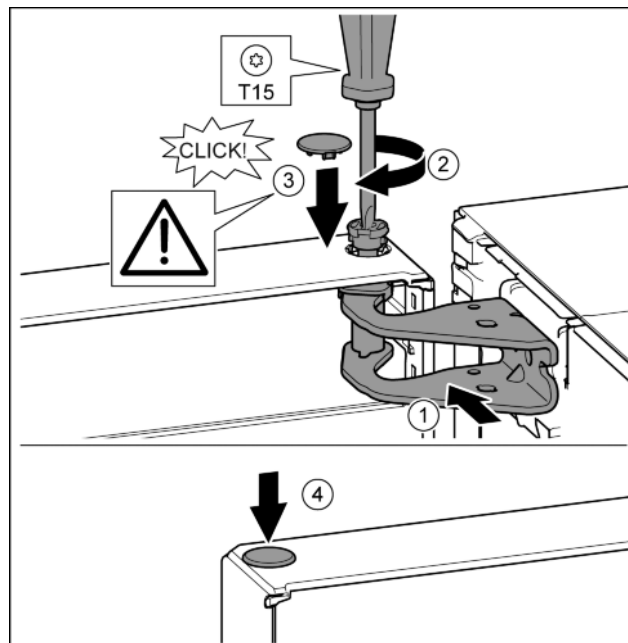

Fig. 23
- ▶ Wyrównać drzwi u góry względem otworu w płytce zawiasu. Fig. 23 (1)
- ▶ Założyć sworzeń i dokręcić śrubokrętem T15. Fig. 23 (2)
- ▶ Zamontować osłonę bezpieczeństwa w celu zabezpieczenia drzwi: Włożyć osłonę zabezpieczającą i sprawdzić czy przylega ona do drzwi. Ponadto założyć cały sworzeń. Fig. 23 (3)
- ▶ Założyć zatyczkę. Fig. 23 (4)